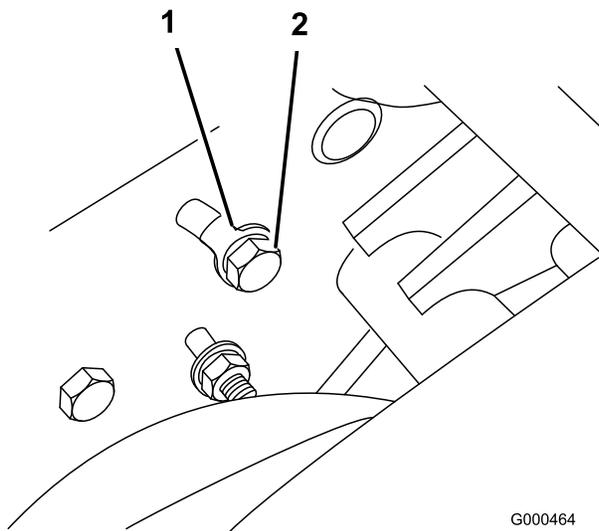

図 40
A. サイド・プレートの裏側でアイドラ・ブラケットをサイド・プレートに止めているボルト (図 40) をゆるめる。